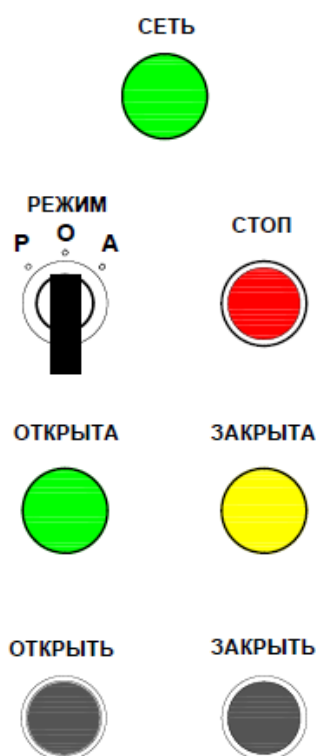

Рис.1
3.10. Внешний вид шкафа представлен на рис.1